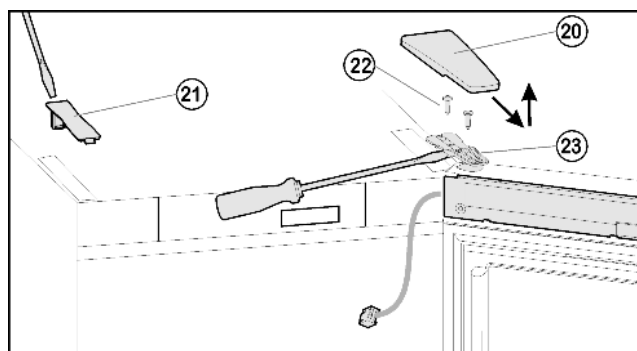
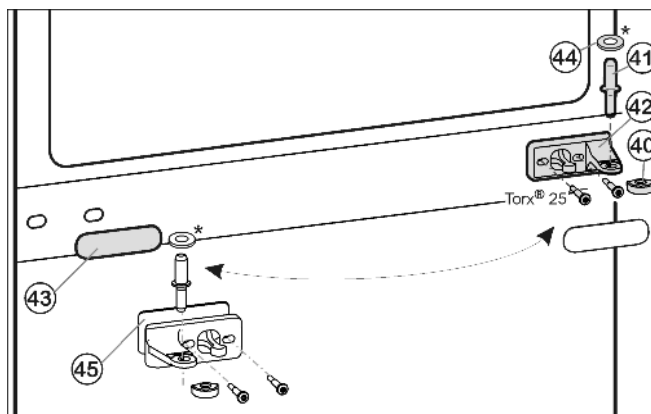

Fig. 6
Fig. 7
- ▶ Estrarre la copertura Fig. 6 (20) tirandola in avanti e verso l'alto
- ▶ Staccare la copertura Fig. 6 (21).
- ▶ Svitare completamente le viti Fig. 6 (22).
- ▶ Togliere completamente la porta con il blocco di supporto Fig. 6 (23) e il cavo tirando verso l'alto. Per staccare, eventualmente sollevare con cautela usando il cacciavite per viti ad intaglio sotto il blocco di supporto.
- ▶ Estrarre il perno di supporto centrale Fig. 7 (41) dal blocco di supporto e dalla porta inferiore.
- ▶ Staccare il coperchio di plastica Fig. 7 (40).
- ▶ Svitare il blocco di supporto centrale Fig. 7 (42) (2 x Torx® 25).
- ▶ Staccare il pannello di copertura Fig. 7 (43) facendo attenzione.
- ▶ Avvitare il blocco di supporto centrale Fig. 7 (42) con spessore Fig. 7 (45) ruotato di 180° sul nuovo lato cerniera **saldamente a 4 Nm**.
- ▶ Innestare nuovamente la copertura Fig. 7 (43) ruotata di 180° sul nuovo lato impugnatura.
- ▶ Applicare nuovamente il coperchio di plastica Fig. 7 (40) sul blocco di supporto centrale Fig. 7 (42).
- ▶ Inserire il perno di supporto centrale Fig. 7 (41) mediante il blocco di supporto centrale Fig. 7 (42) nella porta inferiore.
- ▶ Mettere la porta superiore sul perno di supporto centrale Fig. 7 (41), chiudere la porta e appoggiarvi sopra il supporto cuscinetto Fig. 6 (23) superiore, in modo che si innesti in posizione nel lato superiore dell'apparecchio.
- ▶ Avvitare fermamente il blocco di supporto Fig. 6 (23) a 4 Nm. Eventualmente praticare fori a vite o utilizzare un avvitatore a batteria.
- ▶ Innestare la copertura Fig. 6 (20) e la copertura Fig. 6 (21).